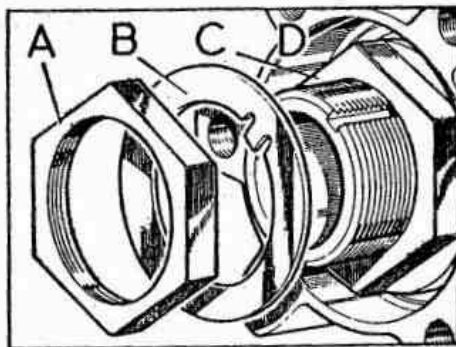

Fig. E -8 - Fijación del cojinete del buje
- 1.6. Aflojar la contratuerca, A (Fig. E -8) y tuerca, C, del buje.